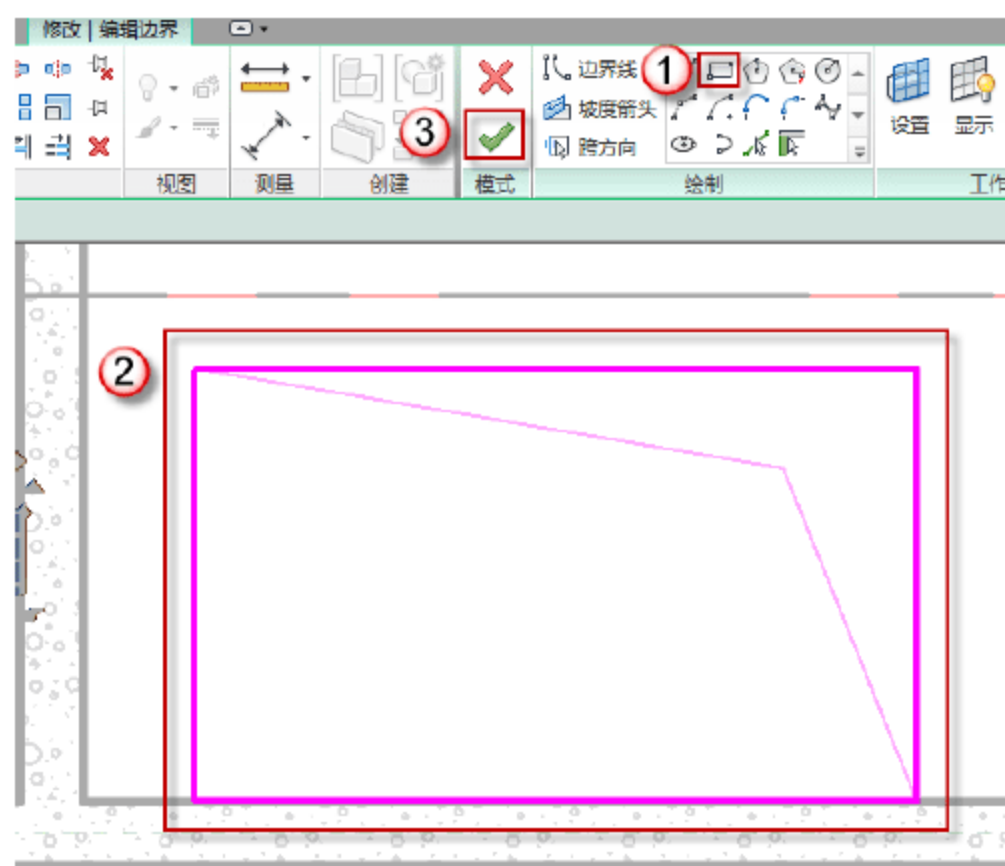

图 9.2.21 地面开洞
(1) 地面开洞。双击鼠标选择地下室地面，在“绘制”任务栏中选择“矩形”，在绘图界面需要绘制的地方，绘制排水井的轮廓，然后在上下文关联选项卡中单击√按钮，如图 9.2.21 所示。